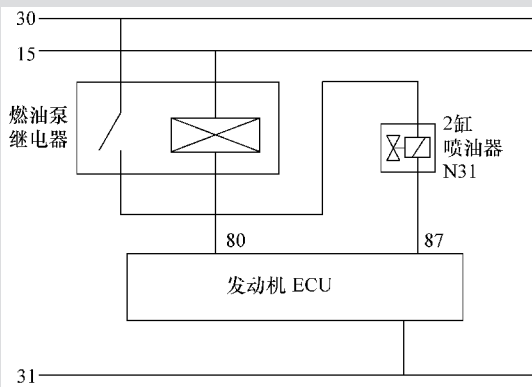

图 26-11 喷油控制电路图
5) 由于 2 缸点火正常，说明该缸的喷油器可能存在问题。2 缸的喷油控制电路如图 26-11 所示，将点火开关转到 ON 档的瞬间，电脑 ECU 80 号端子接地，燃油泵继电器吸合。用万用表测得 87 号线对地电压为电源电压，正常。但发动机工作时，87 号端子对地电压一直为电源电压，这说明喷油器控制线路存在故障。